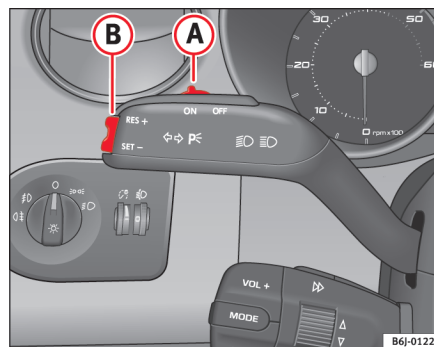

Fig. 104 Manette des clignotants et de l'inverseur codes/phares : commande et touche à bascule du régulateur de vitesse
- Appuyer sur la partie supérieure **RES** de la touche à bascule ⇒ fig. 104 **B** pour augmenter la vitesse. Tant que vous maintenez enfoncée la commande à bascule, le véhicule accélère. Lorsque vous lâchez la commande à bascule, la nouvelle vitesse est mémorisée.
⇒ page 157, fig. 104 **B**.